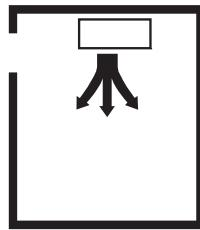

Рис.4.1
- Расположить оборудование с учетом типологии работы, главных отапливаемых участков, конструкции стен (окон и остеклений, дверей, ворот, и т.д.). См. рис. 4.1, 4.2, 4.3.